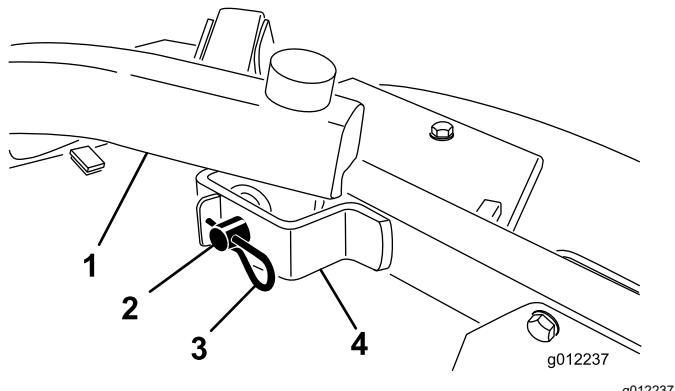

图 24
- 拆下将提升臂固定至脚轮臂支架的发卡销、开口销和柱销图 24。